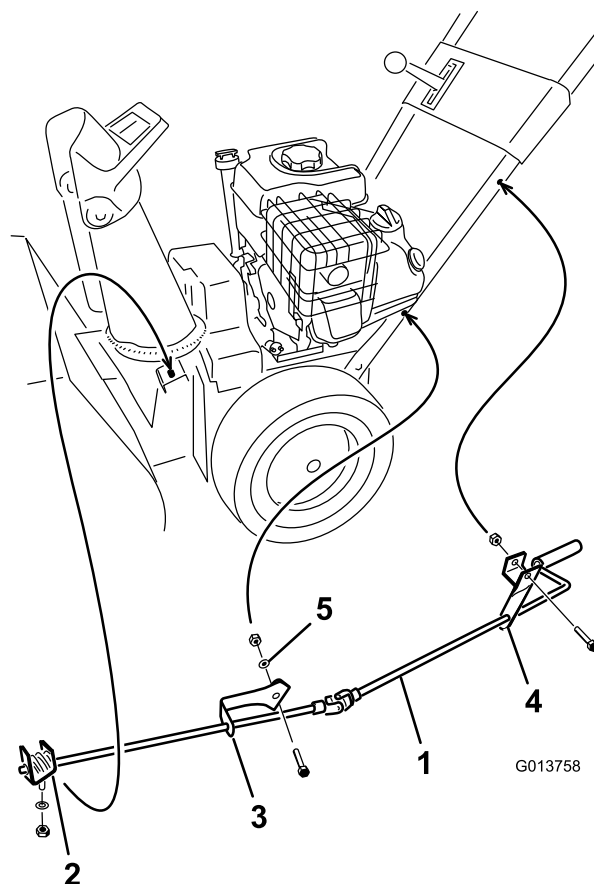

Figure 10
1. Fixez le support supérieur de l'éjecteur (assujetti à la tige d'orientation) au côté gauche du guidon avec un boulon et un contre-écrou (Figure 10).
2. Fixez le support inférieur de l'éjecteur (assujetti à la tige d'orientation) au côté gauche du guidon avec un boulon, une rondelle bombée, une rondelle plate et un contre-écrou (Figure 10).
- Serrez les contre-écrous de fixation des 2 supports d'orientation de l'éjecteur (Figure 10).